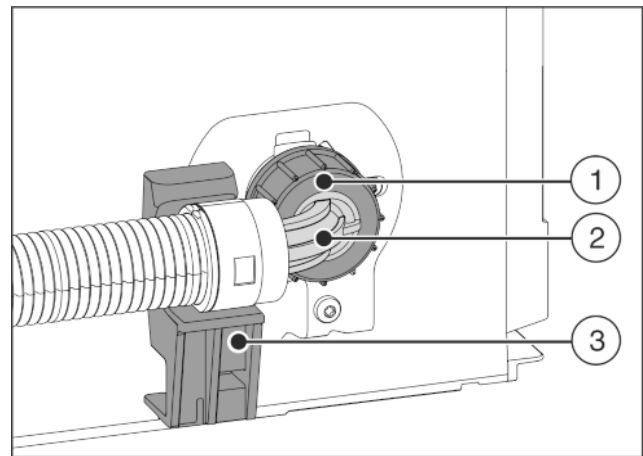

Fig. 22
- ▶ Positsioneerige paindega voolikuots Fig. 22 (2) hoidikul Fig. 22 (3) horisontaalselt ja hoidke kinni.
- ▶ Keerake mutrit Fig. 22 (1) käega keermele, kuni on saavu-